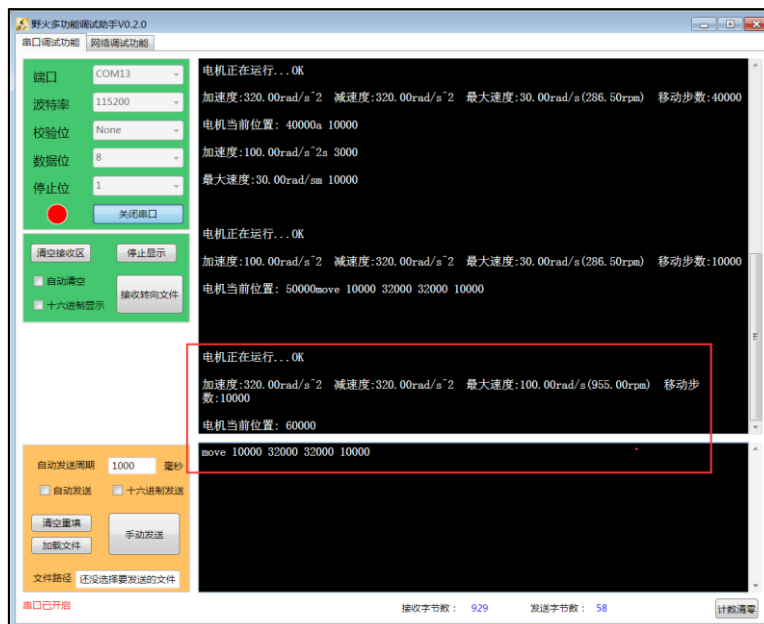

图 2-12 串口终端打印移动固定步数及参数信息
开发板收到指令后, 串口会打印对应的加减速速度, 最大速度、移动步数及电机当前位置, 见图 2-12。
- KEY2, 在脱机状态的时候, 如果我们恢复步进电机正常工作状态, 只需要步进电机停止转动后, 我们按下按键 KEY2, 进入正常工作状态, 此时我们可以串口指令去控制步进电机, 串口打印信息见图 2-15 图 2-12。